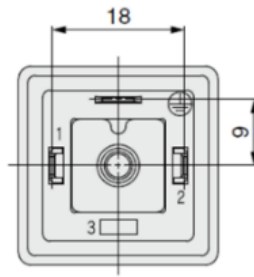

Abbildung 7. DIN-Stecker - Bauform A
- Ziehen Sie die Schrauben und Anschlüsselemente gemäß Abbildung 7 fest.